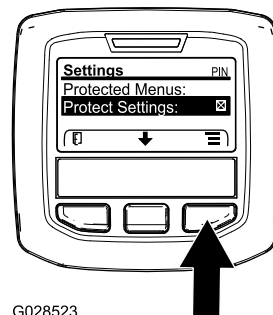

Figura 23
1. Z HLAVNÍ NABÍDKY přejděte pomocí středového tlačítka na nabídku NASTAVENÍ a stiskněte pravé tlačítko (Figura 23).